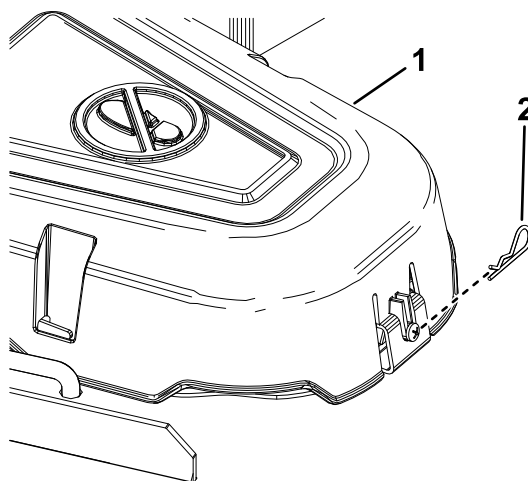

**Figure 54**
4. Retirez la goupille fendue et appuyez sur la languette pour déposer les protége-poulies (Figure 54).